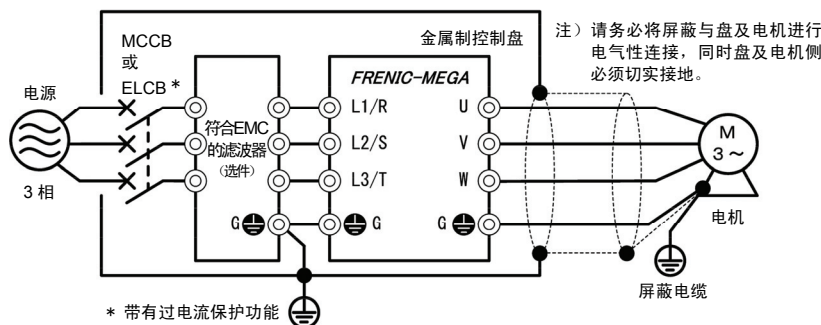

图 9.3 符合 EMC 的滤波器（选件）的设置方法
- 3) 当辐射噪声超过规格时，请如图 9.3 所示那样在金属制的盘中设置变频器及外围设备。